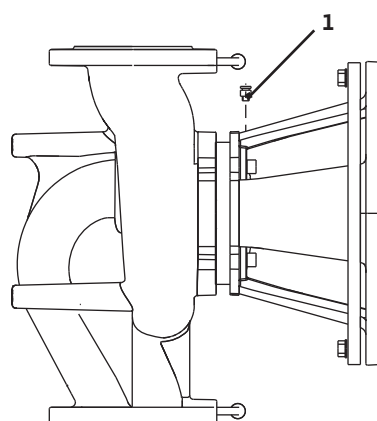

fig.16: Valvola di sfiato
- La valvola di sfiato (fig. 16, pos. 1) deve sempre essere rivolta verso l'alto.